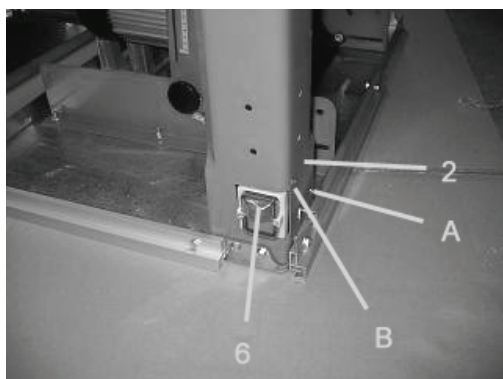

Fig. 2
- Cu ajutorul a două șuruburi conducătoare ST4.2x13 montați componentul 1 de componentul 2 (v. fig. 2).